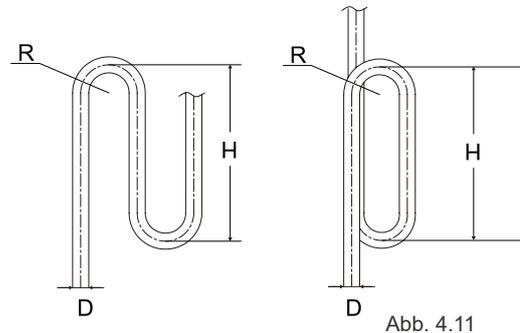

Abb. 4.11
- Wenn sich das Außengerät über dem Innengerät befindet und der Höhenunterschied mehr als 20 m beträgt, wird empfohlen, alle 10 m einen Ölrücklaufbogen in die Gasleitung der Hauptrohrleitung einzubauen. Die empfohlenen Spezifikationen für den Ölrücklaufkrümmer sind in Abbildung 4.11 dargestellt.
3. Anforderung 3: Der größte Höhenunterschied zwischen dem Innengerät und dem Außengerät darf 50 m nicht überschreiten. (wenn das Außengerät oben steht) oder 40 m (wenn das Außengerät unten steht). Zusätzlich: Wenn sich das Außengerät im oberen Stockwerk befindet und der Höhenunterschied mehr als 20 m beträgt, wird empfohlen, alle 10 m einen Ölrücklaufbogen mit den in Abbildung 4.11 angegebenen Abmessungen in die Gasleitung der Hauptleitung einzubauen.